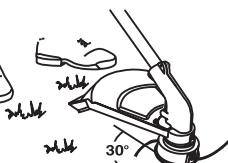

Fig. 12
4. Levez-vous en position de départ et **n'appuyez pas sur la manette des gaz** (Fig. 12). Tirez séchement sur le cordon de démarrage jusqu'à 5 à 10 fois.
1. Tenez la bobine extérieure d'une main et dévissez le bouton de butée vers la gauche (Fig. 12). Inspectez le boulon à l'intérieur du bouton de butée pour vous assurer qu'il se déplace librement. Remplacez le bouton de butée s'il est endommagé.